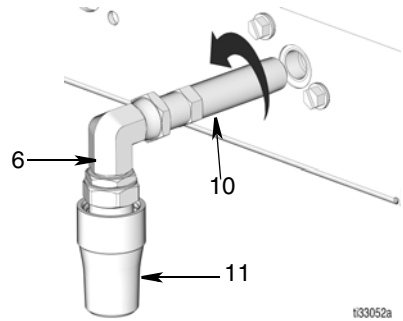

图 21
- 从歧管 (1) 松开喷嘴适配器总成 (10、6 和 11) 的螺丝。
注释: 喷嘴适配器 (10)、弯头 (6) 和旋转喷嘴 (11) 不必拆卸。这些零件可以作为单个组件从歧管拆下 (图 21)。